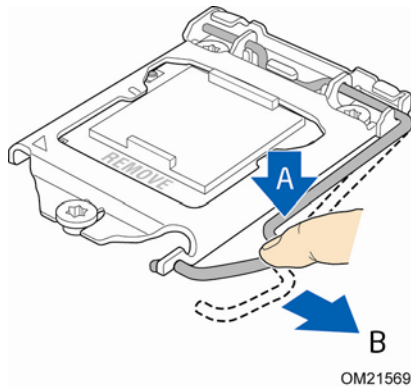

图 10. 松脱插槽拉杆
2. 按下插槽拉杆并使其离开插槽，松脱插槽拉杆（图 10 中的 A 和 B）。